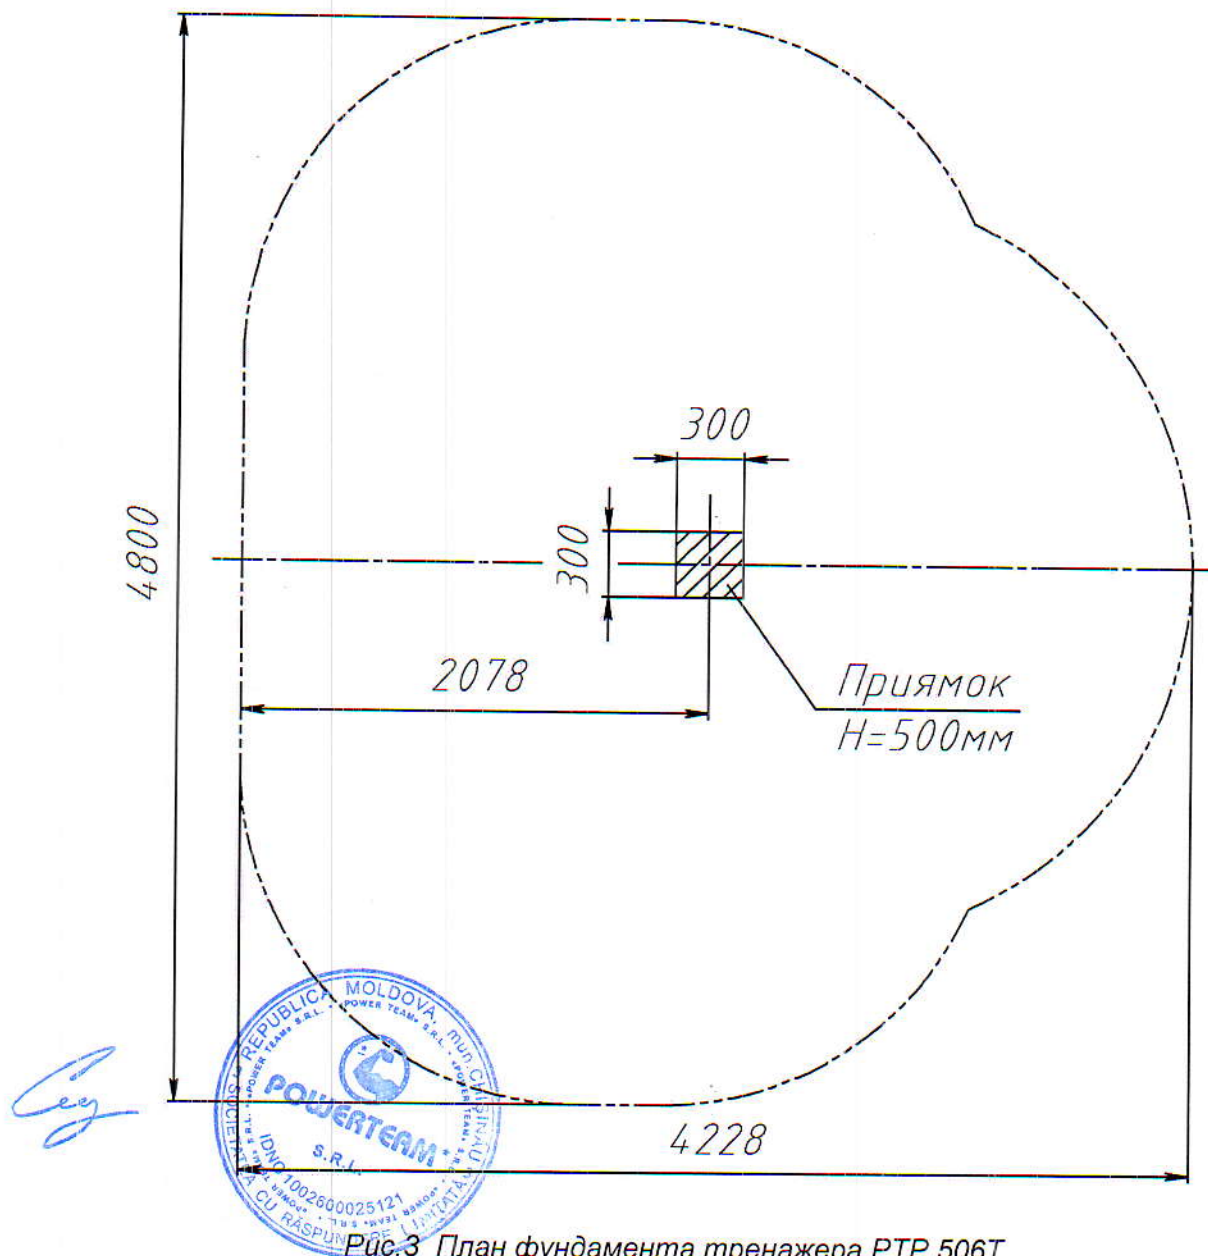

Рис.3 План фундамента тренажера РТР 506Т
3.6. Монтаж тренажера заключается в бетонировании фундаментного блока и закреплении на нем стойки **1**. Фундаментный прямоугольник выполнить в соответствии с планом фундамента (рис. 3).